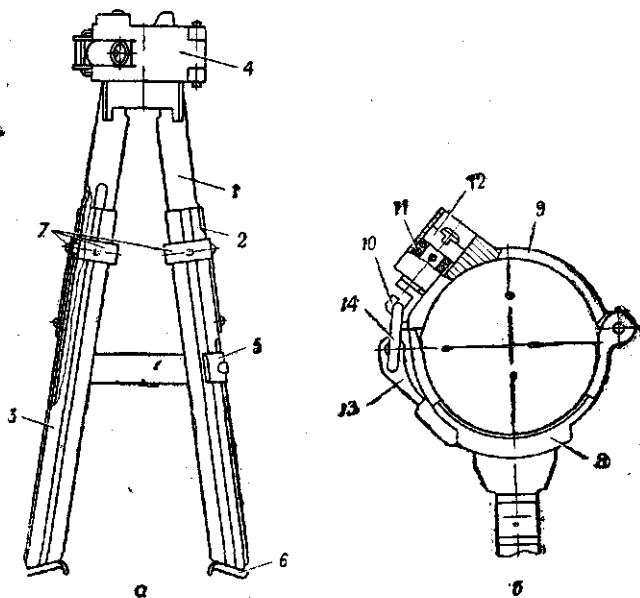

Рис. 28. Сошка:
**20. Сошка** (рис. 28) служит упором при стрельбе из гранатомета с ночным прицелом. Она может использоваться и при стрельбе без ночного прицела,